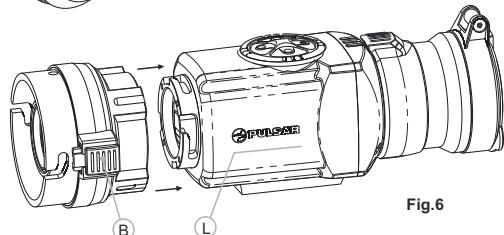

Fig.6
- Coloque el ocular del visor acoplable de modo que la cerradura (B) es paralela al logotipo Pulsar (L) en el cuerpo del monocular (**Fig.6**).
- Inserte el ocular del visor acoplable en el cuerpo del monocular hasta el fin y fíjelo girando la anilla de tipo bayoneta (7) en sentido de las agujas del reloj.